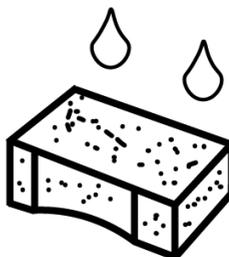

Abbildung 28
- Ölen Sie den Filter sorgfältig, Abb. 28. Verwenden Sie Motoröl.